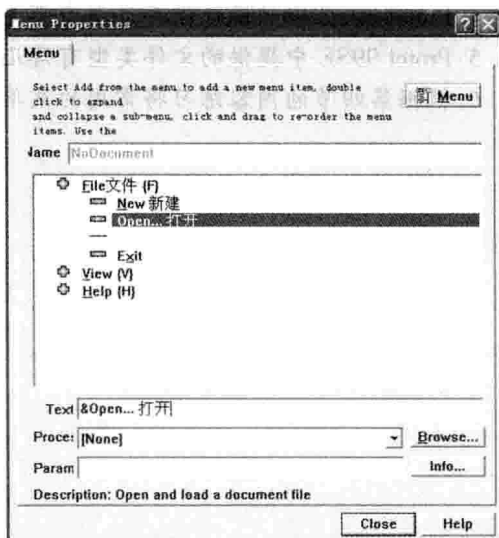

图 1-19 翻译后的菜单属性对话框
(4) 双击前边有加号的菜单,可以打开菜单列表,在 Text 后边的文本框中对应的英文后输入中文翻译,或者将英文删除直接输入中文,即可完成对菜单的翻译,如图 1-19 所示。其中,“&”符号表示紧随其后的字母可以与 Alt 键相配合,如 Alt + F 表示打开【File】菜单。